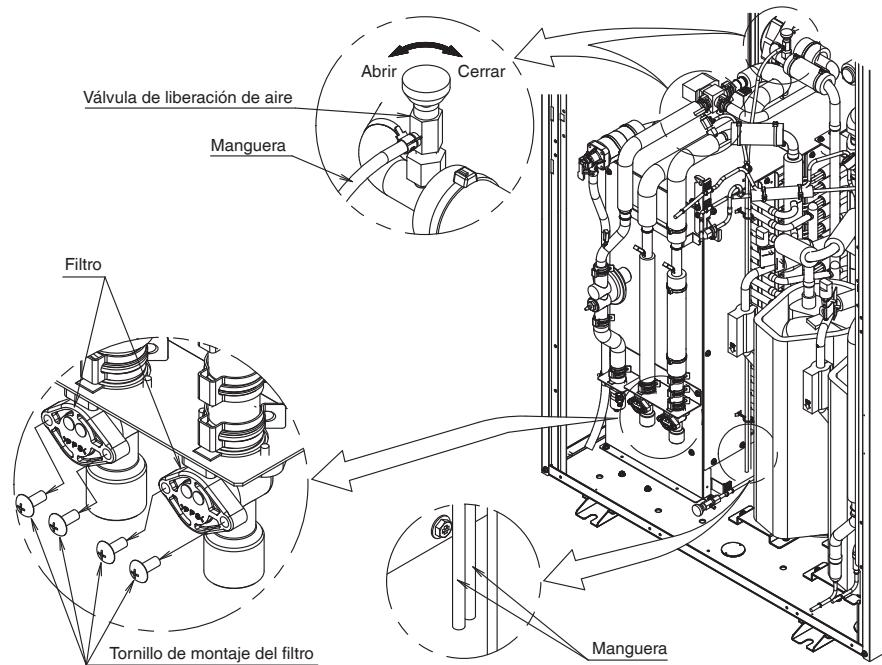

Fig. 36
- (1) Abra el panel frontal (inferior).
- (2) Abra las válvulas de compuerta de la tubería de agua de circulación y la tubería de agua caliente entre la unidad en cascada y el tanque de almacenamiento de agua caliente para permitir que el agua fluya a través de la máquina.
- (3) Abra las dos válvulas de liberación de aire (consulte la Fig. 36) para que salga el aire de la tubería de agua en la unidad en cascada.**
- (4) Despues de liberar el aire, asegúrese de cerrar la válvula.